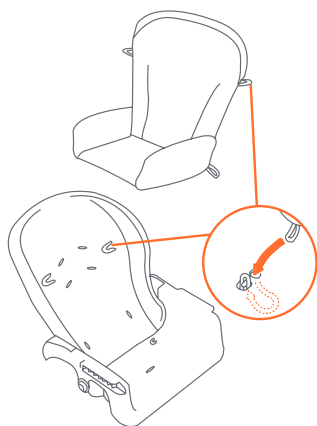

Fig. 19
- 19) • Sujete con un lazo la aleta de la parte posterior de la almohadilla a la parte superior del respaldo del asiento. Sujete la almohadilla del asiento al respaldo del asiento con dos lazos elásticos. Éstos se ajustan a las lengüetas de sujeción ubicadas cerca de las ranuras superiores del arnés (Fig. 19).